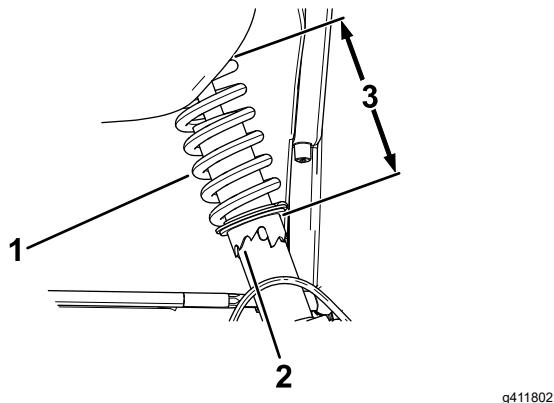

Bild 51
2. Wenn der Radsturz nicht richtig eingestellt ist, drehen Sie den Stellring am Stoßdämpfer mit einem Gabelschlüssel, um das Rad einzustellen (Bild 51).